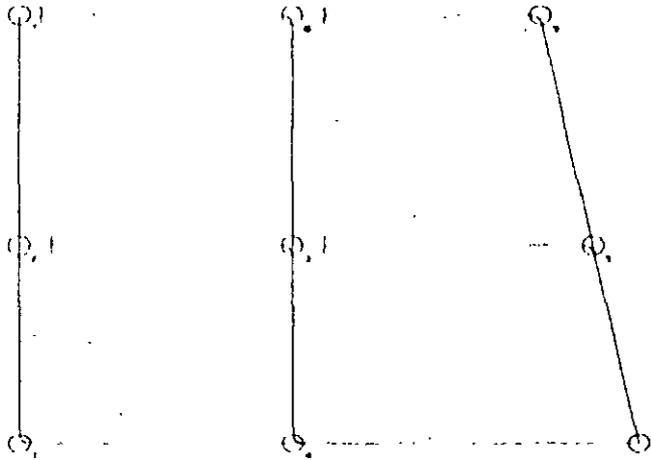

Fig. 48: Red de alcantarillado con cabezas de atarjea indicadas.
7. Seleccione la rutina para indicar cabezas de atarjea (CivilCAD→ Módulos→ Redes de alcantarillado→ Tuberías→ Indicar→ Cabeza de atarjea). La fig. 48 muestra la red de alcantarillado con las cabezas de atarjea indicadas.